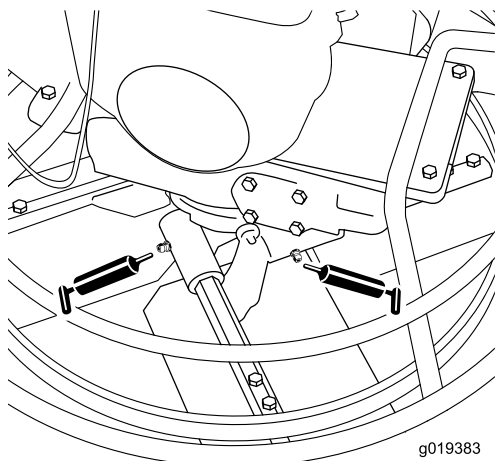
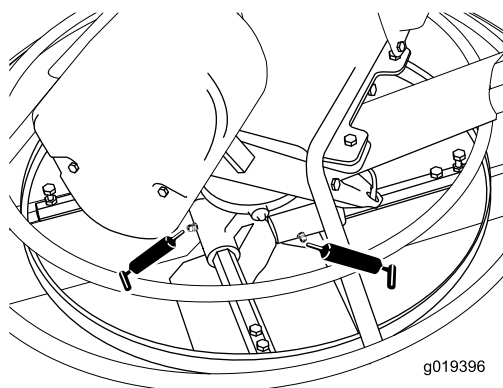

Figura 14
Figura 15
2. Bombear grasa varias veces en cada engrasador hasta que empiece a rezumar del cojinete (Figura 14 y Figura 15).